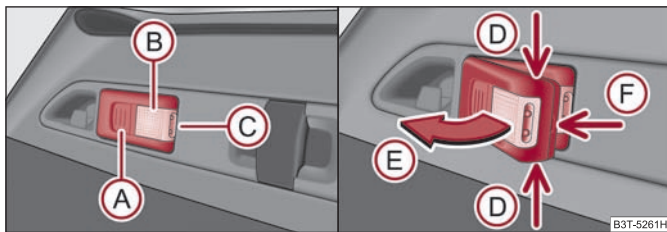

Fig. 13 Luce estraibile
- Illuminazione del bagagliaio - si accende la parte **B** ⇒ fig. 13 (la luce è nel supporto),
- Afferrare la luce in corrispondenza delle frecce **D** ⇒ fig. 13 ed estrarla in direzione della freccia **E**.
- Se la luce non viene spenta e viene inserita correttamente nel supporto, le lampadine nella parte anteriore **C** ⇒ fig. 13 della luce si spengono automaticamente.
- Sollevare la copertura della batteria con un oggetto sottile e appuntito partendo dalla clip di bloccaggio **F** ⇒ fig. 13.